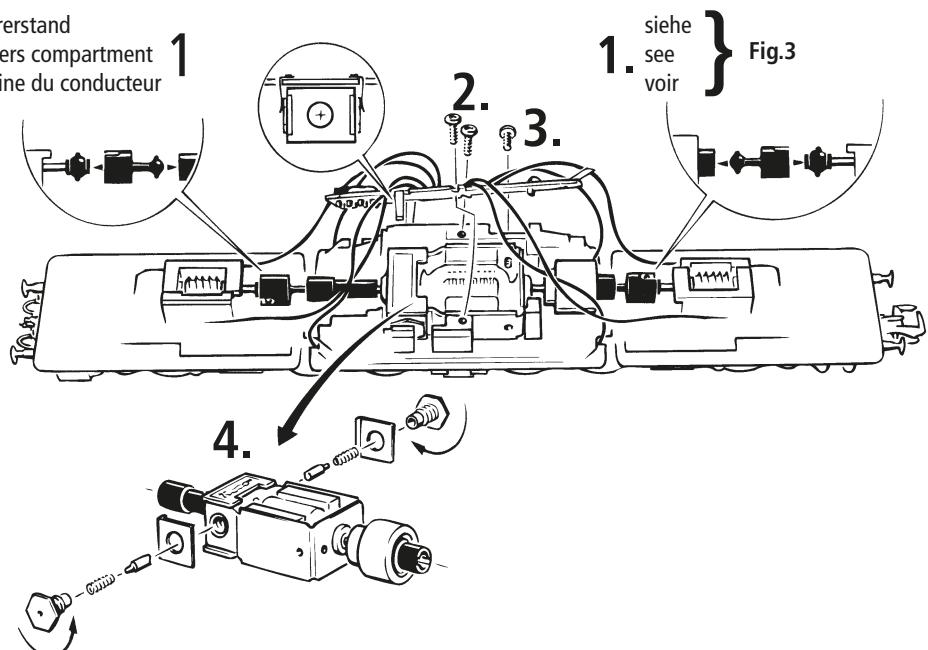
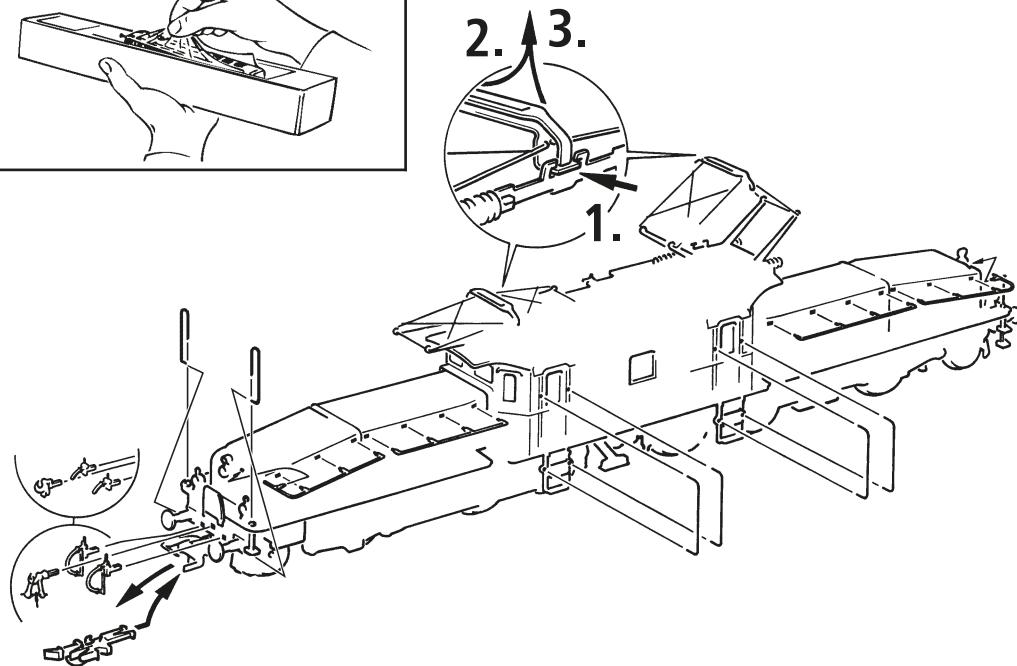
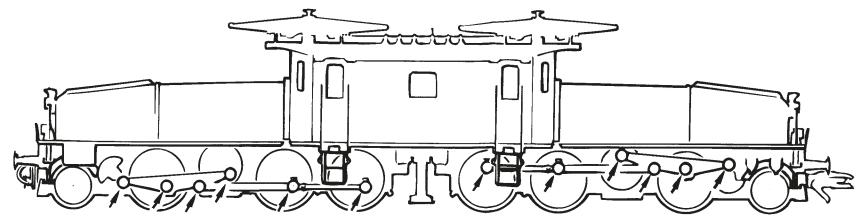
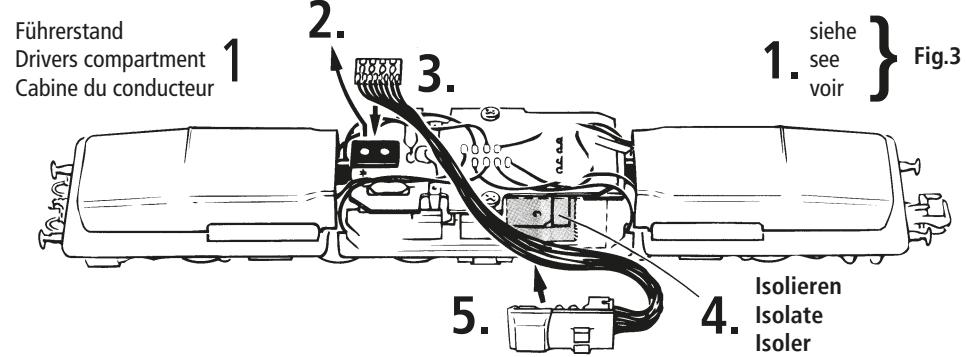

Fig. 10
Fig. 3
Fig. 5
Fig. 6
Mehrzugbetrieb: Zuerst Lokgehäuse abnehmen (Fig. 3). Danach den Brückenstecker aus der Schnittstelle entfernen (diesen sorgsam aufbewahren). Danach den Stecker des Steuerbausteins lagerichtig einsetzen (siehe Fig. 5).
2. Schmierung: Versehen Sie die im Schmierplan in Fig. 7 gekennzeichneten Stellen mit nur **kleinen Öltropfen**. Dazu zuerst das Lokgehäuse abnehmen (Fig. 3). Wir empfehlen den ROCO **Öler Art.-Nr. 10906**. Fürs Schmieren der Getriebeteile (Zahnräder, Schnecke) empfehlen wir das **ROCO-Spezialfett Art.-Nr. 10905**. Im Falle der Schmierung diese Teile **nicht ölen**.
3. Lämpchenwechsel: Bitte nehmen Sie zuerst das Lokgehäuse ab (Fig. 3). Danach können Sie die **Lämpchen** wechseln (Fig. 6).
5. Kohlebürstenwechsel: Lokgehäuse abnehmen (Fig. 3). Danach wird der Motor ausgebaut und die Kohlebürsten ausgewechselt (Fig. 10).
Remove the jumper from the interface. Finally put the plug of the chip into the interface as shown in fig. 5.
2. Lubrication: Apply **tiny oil drops** to spots marked in fig. 7. Prior to lubrication dismantle locomotive (fig. 3). We recommend using item no. **10906, ROCO oiler**. For lubrication the gearparts (e.g. cogwheels, worm) we would recommended our ROCO **special grease** (item no. **10905**).
3. Change of lights: First remove loco body (fig. 3) and then change lights (fig. 6).
5. Carbon Brush Changing: First remove loco body (fig. 3), and then the motor (fig. 10).
Enlevez la fiche de shuntage de l'interface (à conserver!) et enfichez finalement la fiche du module de télécommande aux prises de l'interface. Veillez à la position correcte de la fiche (voir fig. 5).
2. Graissage: N'appliquez **qu'une tout petite goutte** aux endroits indiqués par le plan de graissage (fig. 7) après avoir démonté la caisse de la locomotive (fig. 3). Nous vous recommandons le **graisseur à huile ROCO réf. 10906**. Pour graisser les engrenages (roues dentées, vis sans fin) nous vous conseillons la **graisse spéciale ROCO réf. 10905** pour engrenages en matières synthétiques. Lorsque vous utilisez cette graisse il faut éviter d'huiler ces composants.
3. Remplacement des ampoules: Veuillez démonter d'abord la caisse de votre locomotive (fig. 3) puis vous pouvez **échanger les ampoules** (voir fig. 6).
5. Remplacement des balais du moteur: Démontez la caisse (voir fig. 3). Démontez ensuite le moteur et échangez le balais (fig. 10).
voir } Fig.3